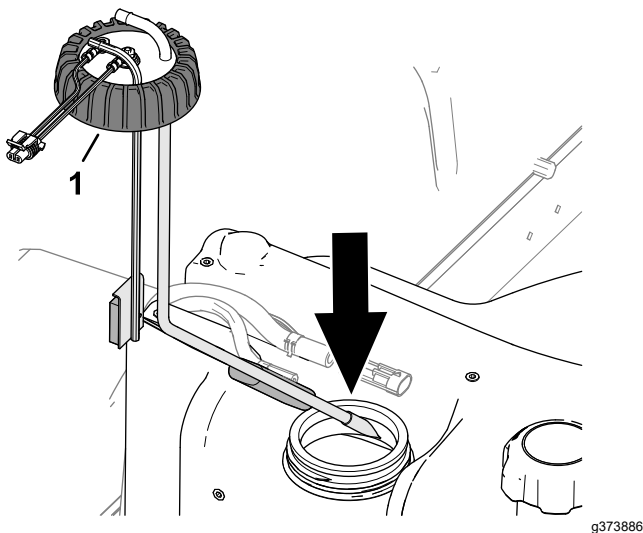

Figure 128
2. Installez avec soin le tube d'aspiration et le flotteur dans le réservoir de carburant (Figure 128).